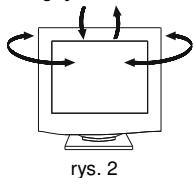

rys. 1
1. Bardzo ostrożnie położyć monitor na jego boku lub ekranem do dolu (zgodnie z rys.1)